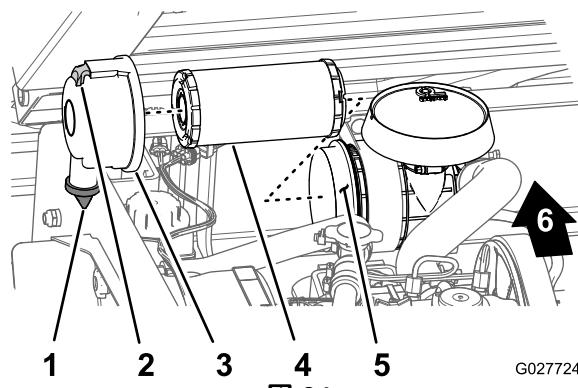

図 34
- エアクリーナ本体にリーク原因となりそうな傷がないか点検する図 34。
- エアクリーナのラッチを引いて外し、カバーを左にひねってボディーから外す図 34。
- 汚れを落とさないように注意しながら、ハウジング図 34 内部からエレメントを静かに引き出す。
- エアフィルタのカバーについている異物逃がしポートを清掃する (図 34)。
- カバーについているゴム製のアウトレットバルブを外し、内部を清掃して元通りに取り付ける (図 34)。
- エレメントをハウジング内部にしっかりと取り付ける。エレメントの外側のリムを軽く押さえて確実にハウジングに密着させる 図 34。
- アウトレットバルブが下向き後ろから見たとき、時計の5時と7時の間になるようにカバーを取り付ける 図 34。
- カバーをハウジングにラッチで固定する (図 34)。